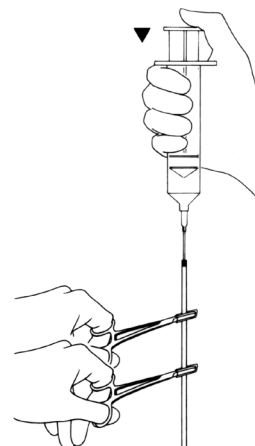

Figura 4-4e. Clampaggio della cuffia
11. Una volta rimossi aria e liquido e con la cuffia completamente svuotata, servirsi di due pinze emostatiche mosquito per clampare due volte il tubo (solo una tacca) 3 cm sotto l'ago ed ancora 3 cm sotto la prima pinza. **(Figura 4-4e)**